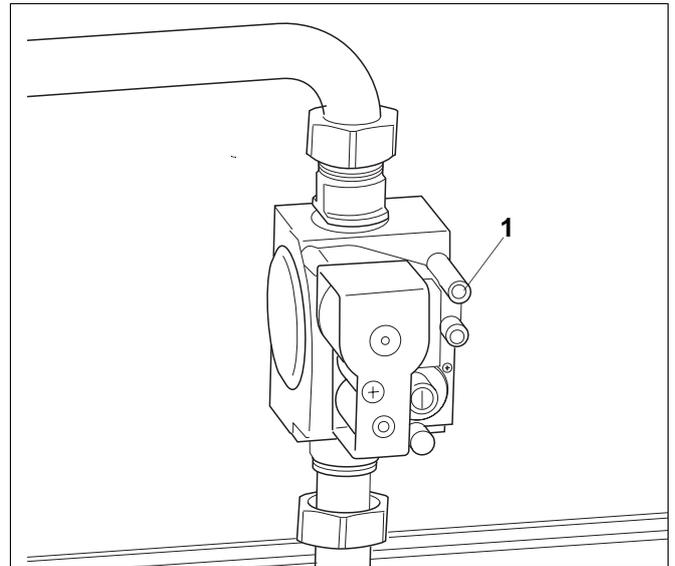

Abb. 27 Gasarmatur „SIT“ 840 Sigma
- Verschlusschraube des Prüfnippels für Gasanschlussdruck und Entlüftung (Abb. 27, **Pos. 1**) um zwei Umdrehungen lösen.
- Verschlusschraube des Prüfnippels für Gasanschlussdruck und Entlüftung (Abb. 27, **Pos. 1**) sorgfältig festschrauben.